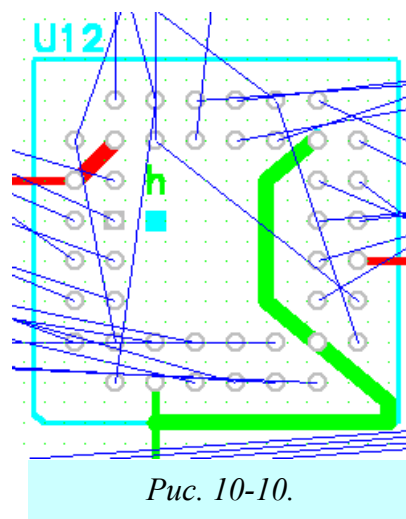

Рис. 10-10.
6) Активизируйте слой **Bottom** и реализуйте оставшуюся неразведенную связь, как показано на рис. 10-10. На этом рисунке проводники, проложенные вручную, для наглядности выполнены утолщенными (40 mil).